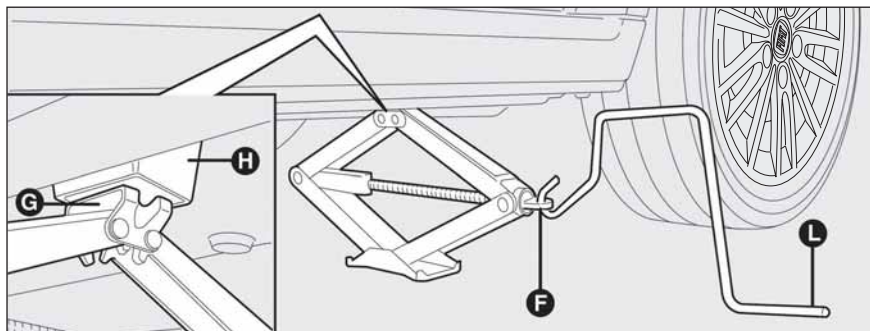

fig. 8
- azionare il dispositivo **F-fig. 8** in modo da distendere il cric, sin quando la parte superiore del cric **G-fig. 8** si inserisce correttamente all'interno del dispositivo di ritenuta **H-fig. 8**;
- inserire la manovella **L-fig. 8** per permettere l'azionamento del cric e sollevare la vettura, sino a quando la ruota si alza da terra di alcuni centimetri;
- azionare la manovella **L-fig. 8** del cric in modo da abbassare la vettura ed estrarre il cric;